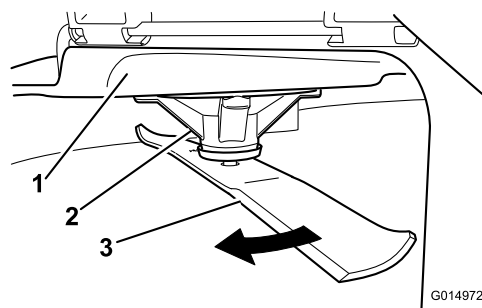

Figura 72
2. Purtați mâinile cu protecție corespunzătoare sau alte protecții adecvate pentru mâini și rotiți încet lama într-o poziție care vă permite să măsurați distanța dintre marginea de tăiere și suprafața uniformă pe care se află maina (**Figura 72**).